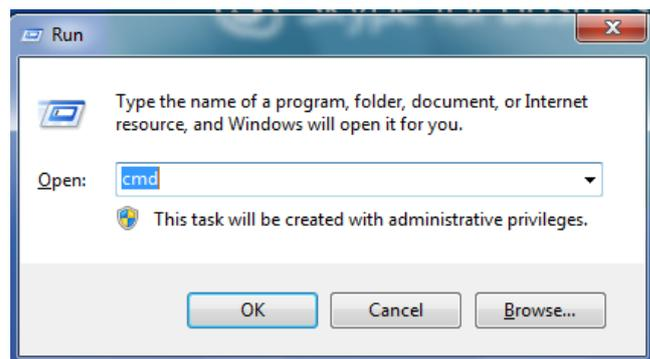

図 3-23 ファイル名を指定して実行
- 1) ウィンドウズのアイコンのキーと「R」を同時に押し、「ファイル名を指定して実行」の画面が開いたら、「cmd」と入力する(図 3-23 参照)。